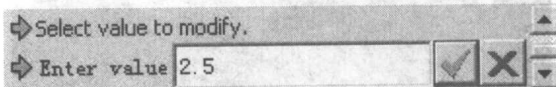

图 1-5
1. 在 cup.drw 操作窗口中,单击主菜单 Edit→Value 选项,选取设计窗中的壁厚尺寸 2.5,在信息区显示一文本栏,如图 1-5 所示。在该栏中输入 5,按回车键确认。